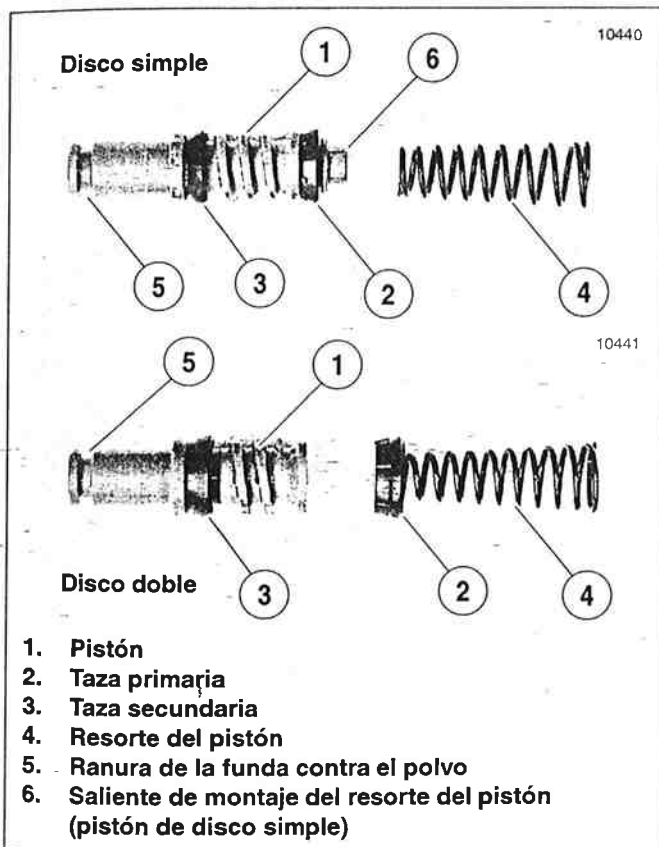

Figura 2-79. Pistones de la bomba de frenos delantera
3. Vea la Figura 2-79. Instale el montaje del pistón en la bomba de frenos.
- a. Bomba de frenos de disco simple: Presione el extremo pequeño del resorte del pistón (4) sobre el saliente de montaje (6) en el pistón (1). Deslice el conjunto del pistón/resorte, extremo abocinado del resorte primero; dentro del diámetro interior de la bomba de frenos para que el resorte asiente contra el ensanchamiento (receso) en el fondo del cilindro.
- b. Bomba de frenos de disco doble: Presione la taza primaria (2) sobre el extremo pequeño del resorte del pistón (4). Inserte el extremo abocinado del resorte en el diámetro interior de la bomba de frenos de modo que se asiente contra el ensanchamiento (hueco) de la base. Deslice el pistón dentro del diámetro interior sobre el conjunto de la taza primaria/resorte.
5. Instale una funda contra el polvo **nueva** (16). El labio grande de la funda contra el polvo encaja hacia abajo dentro del extremo interior del diámetro interior del pistón. El labio pequeño de la funda contra el polvo encaja en la ranura dentro del extremo del pistón (artículo 5, Figura 2-79.).
- agujero de pivote en la palanca manual del freno (18).
- extremo del pistón (14).
7. Alinee el agujero de la palanca manual del freno con el agujero de la pieza de soporte de la bomba de frenos. Desde la parte superior del conjunto, deslice el pasador de pivote (9) a través de la pieza de soporte y la palanca manual.